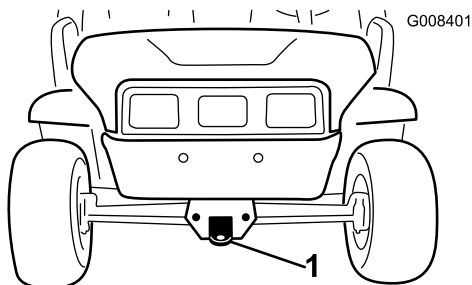
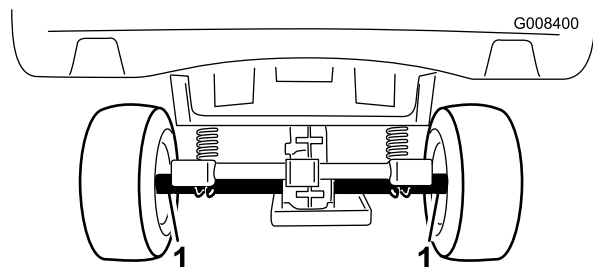

Рисунок 20
Рисунок 21
Для перемещения машины на большие расстояния используйте прицеп. Убедитесь в том, что машина надежно закреплена на прицепе. Местонахождение точек крепления показано на Рисунок 20 и Рисунок 21.
2. Прикрепите буксирный трос к сцепному устройству в передней части рамы машины (Рисунок 20).